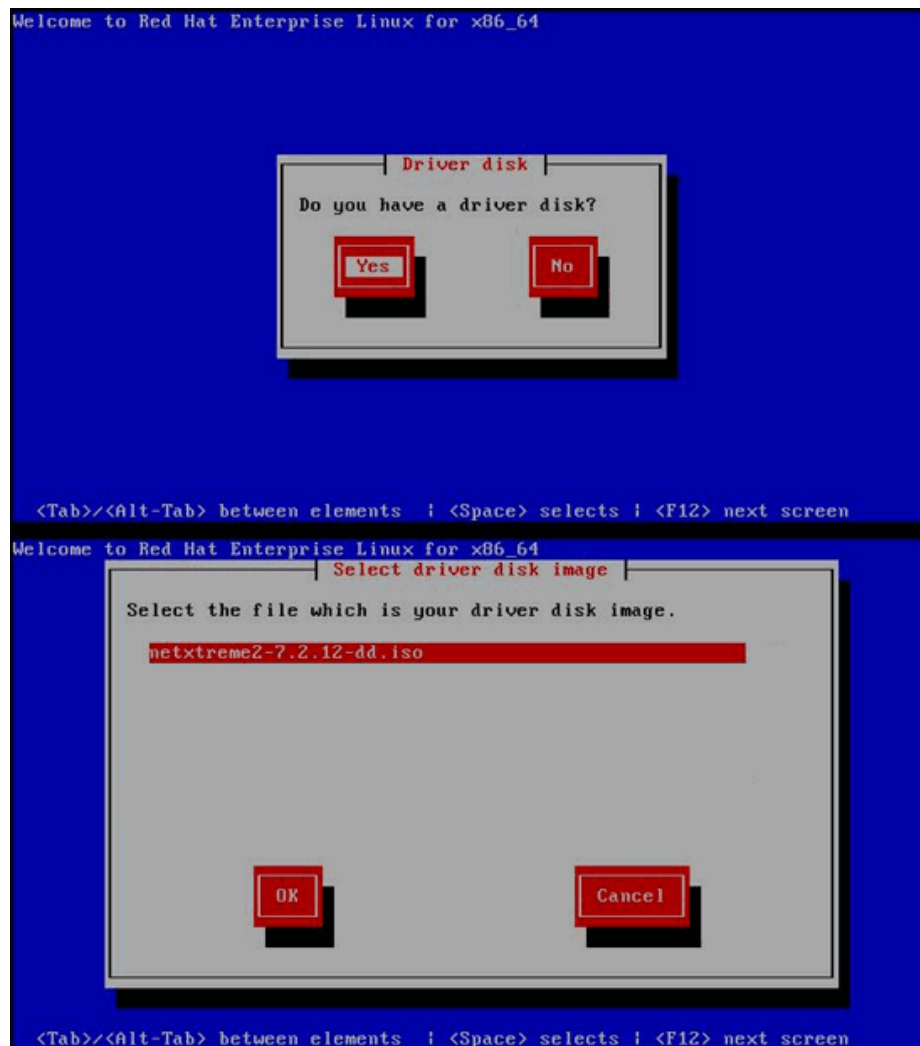

Ilustración 13-22. Selección de un disco de controlador
2. Cuando se muestre **Do you have a driver disk** (¿Dispone de un disco de controlador?), seleccione **Yes** (Sí) (Ilustración 13-22).